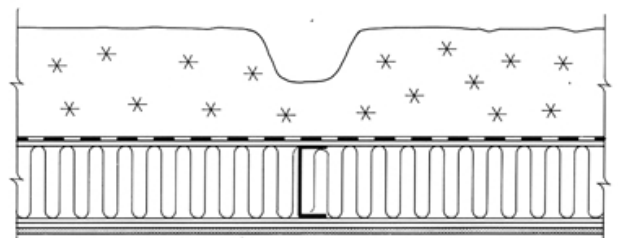

Fig. 223
- 223 *Kuldebruer.* Enhver kuldebru gir større varmegjennomgang enn resten av konstruksjonen og kan følgelig bidra til snøsmelting og ising. Eksempler på slike kuldebruer er skillevegger i betong og bærende stålåser med mellomliggende varmeisolasjon, se fig. 223. Det er ikke alltid mulig å unngå kuldebruer, men det er nesten alltid mulig å redusere skadevirkningene.